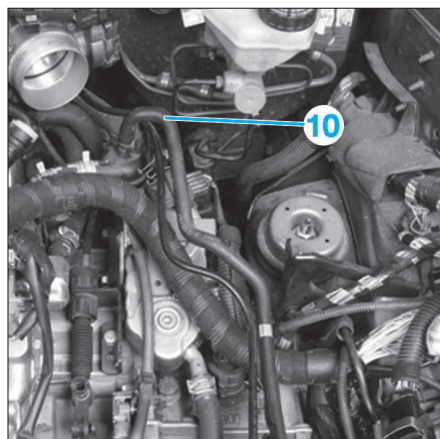
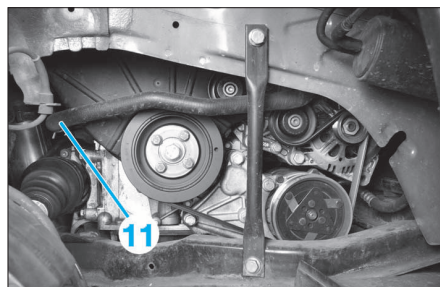

FIG. 93
FIG. 94
- Déposer le collier et écarter les durits (10) (Fig.93) et (11) (Fig.94).